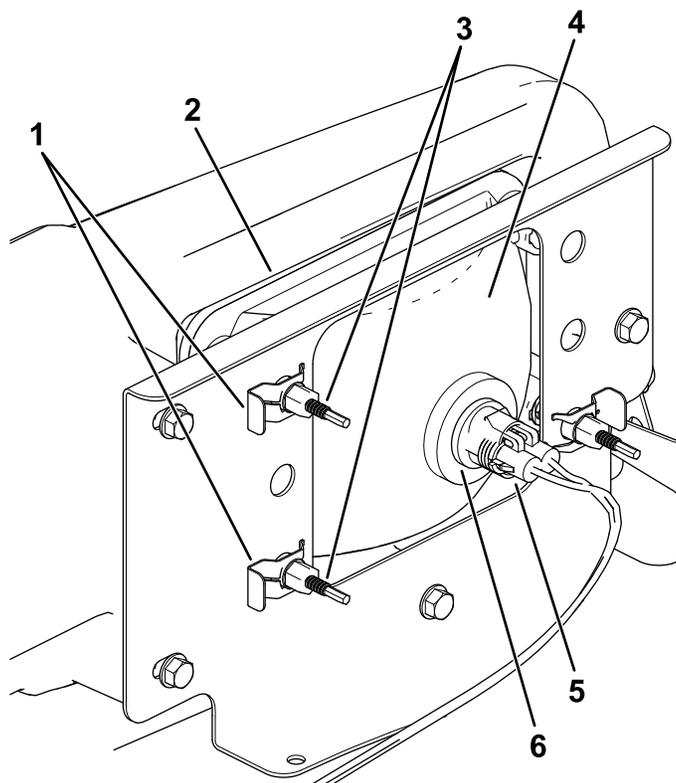

Рисунок 43
- Отсоедините электрический соединитель жгута проводов от соединителя лампы в сборе (Рисунок 43).
- Снимите скобы под саморез, которые крепят фару к кронштейну фары (Рисунок 43).
- Снимите фару в сборе, подавая ее вперед сквозь отверстие в переднем бампере (Рисунок 43).
- Вставьте новую лампу через отверстие в бампере (Рисунок 43).
- Подсоедините электрический соединитель жгута к соединителю лампы в сборе (Рисунок 43).
- В задней части узла передней фары поверните регулировочные винты (Рисунок 43), чтобы повернуть фару и изменить положение луча.